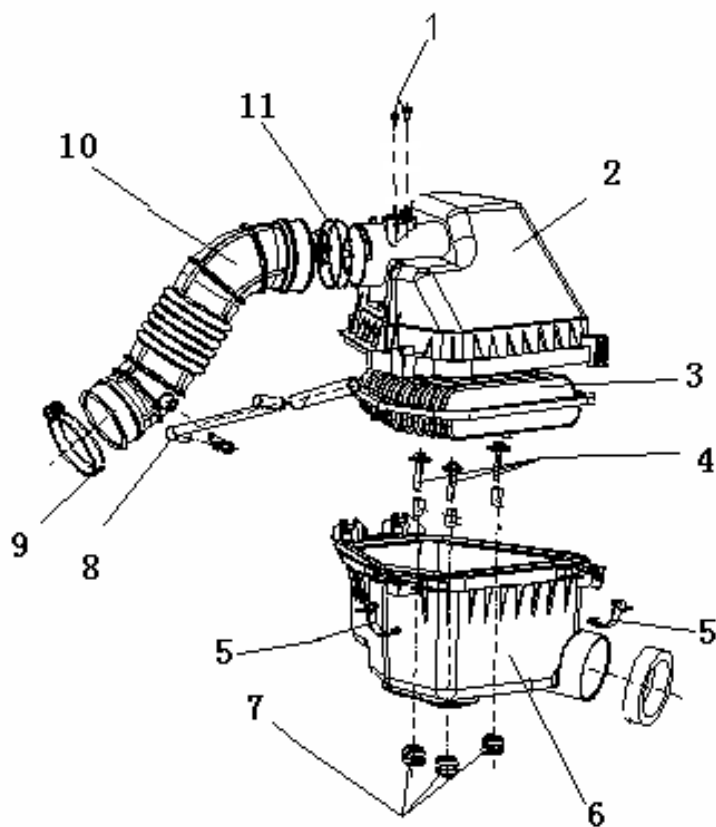

图1
**1) 空气滤清器及进气管路的更换****1 进气管路空气滤清器的拆卸/安装步骤 (图 1)**